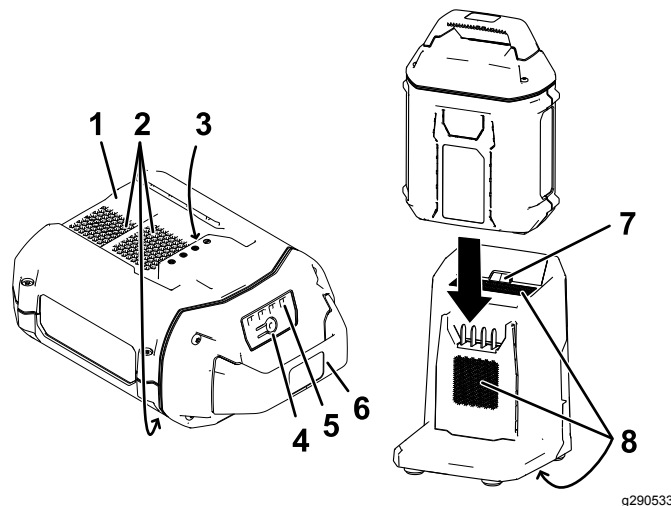

Figure 17
2. Placez le creux de la batterie (Figure 17) devant la languette du chargeur.
- Insérez la batterie dans le chargeur jusqu'à ce qu'elle soit complètement enclenchée (Figure 17).